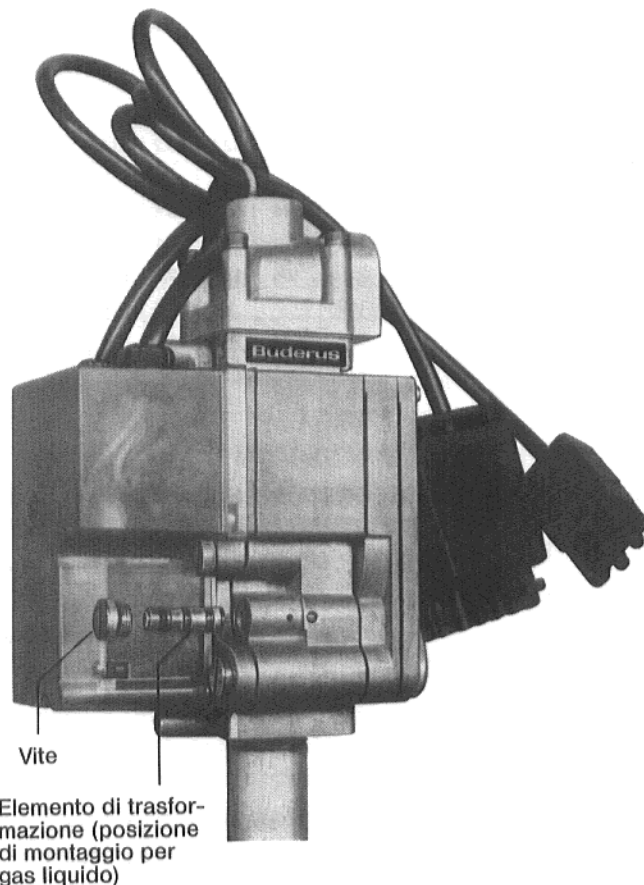

Fig. 28
### 3.3 Apparecchiatura gas „BM-Controls" 762 E 1 G (Fig. 28)
- Rimettere la vite di copertura (vedi Fig. 28).